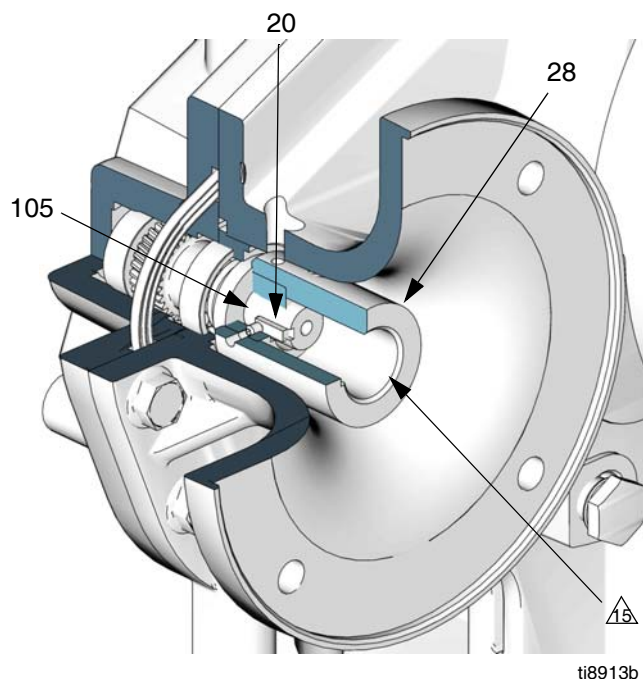

FIG. 25. Installazione del giunto del motore
2. Vedere FIG. 25. Assemblare la chiavetta (20) nella chiavetta (105) dell'albero di ingresso. Assemblare le due viti di regolazione (31) nel giunto (28), assicurandosi che non ostruiscano la chiavetta o l'alesaggio dell'albero di ingresso del giunto.